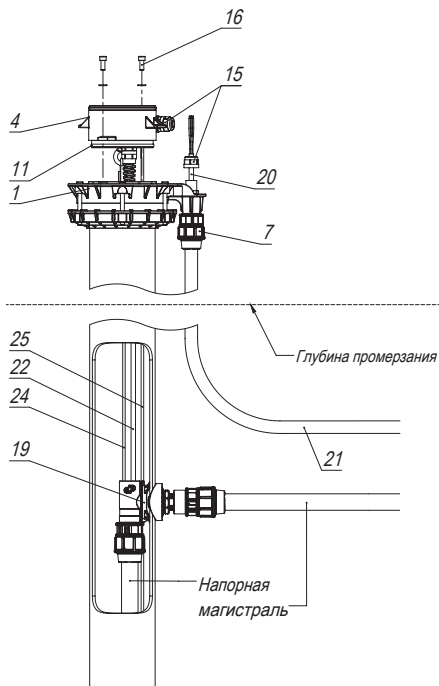

Рисунок 6
Насос погружается в скважину (рисунок 6) и устанавливается в заранее подготовленный скважинный адаптер* (19). Корпус (4) с уплотнительным кольцом (11) устанавливается на основание (1) и крепится винтами (16).